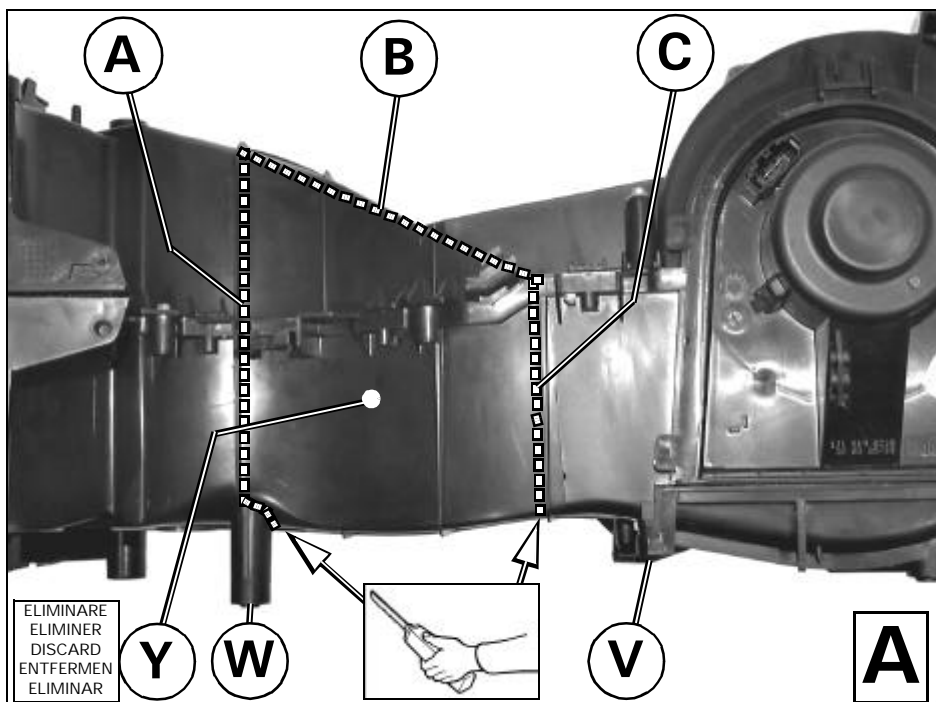

Fig. 5D
Asportare dal condotto di collegamento gruppo riscaldamento-gruppo ventilante (V) la parte centrale "Y" circonscritta da tratteggio in figura e la fusione "W", seguendo le indicazioni riportate nelle figure 5D e 5.1D, in base al tipo di riscaldamento presente sulla vettura. Eliminare eventuale rivestimento (vedi riquadro di figura) presente attorno al condotto aria.
Eliminer du conduit de raccordement groupe chauffage-groupe de ventilation (V) la partie centrale "Y" indiquée par les lignes pointillées sur la figure et la pièce moulée "W" selon les indications des figures 5D et 5.1D sur la base du type de chauffage présent sur la voiture. Eliminer le revêtement (voir la figure en détail) autour du conduit d'air.
Je nach Heizungstyp des Fahrzeuges, den mit Schraffierung gekennzeichneten Zentralteil "Y" und den Guss "W" von der Leitung - Verbindung zwischen Heizungsgruppe und Gebläsegruppe - entfernen, indem die Anleitungen der Abb.5D und 5.1D beachtet werden. Eventuelle vorhandene Verkleidungen (siehe Detail der Abb.) an der Luftleitung entfernen.